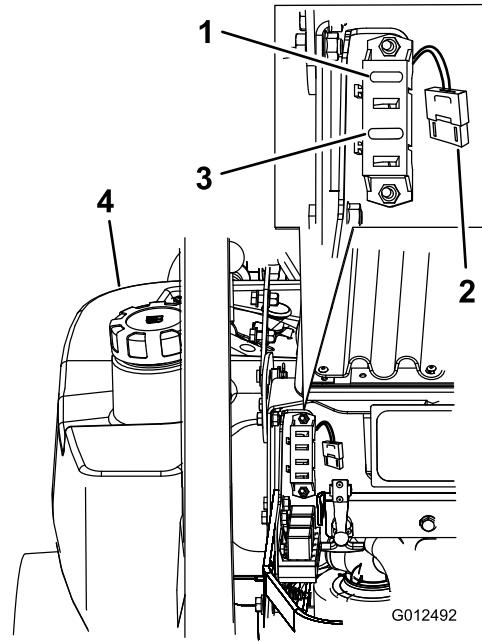

Figura 56
1. Destranque e levante o capot do motor para ter acesso ao porta-fusíveis (Figura 56).
3. Instale um novo fusível (Figura 56).